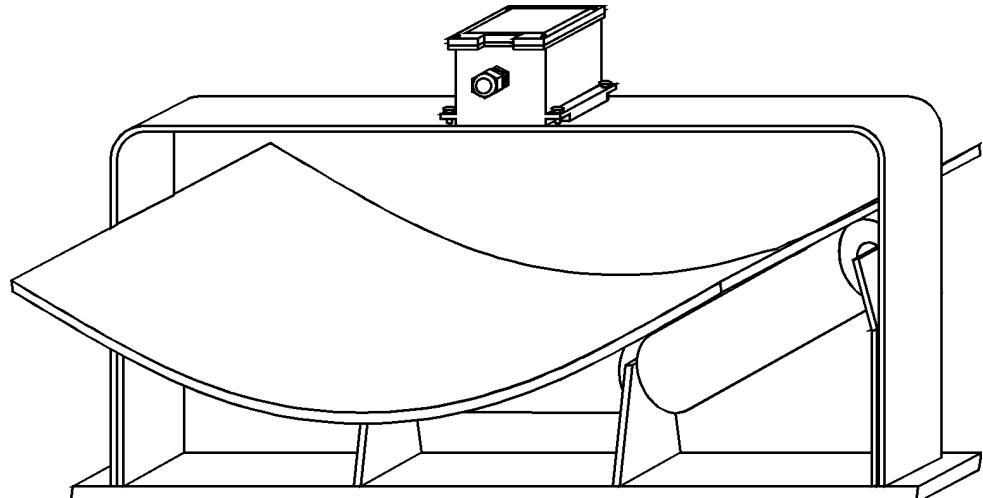

Рис. 10. Контроль наличия продукта на движущейся ленте конвейера.
**Для контроля наличия материала на конвейерной ленте РДД-02** устанавливается над рабочей веткой конвейера (рис. 10). Любой продукт отражает радиосигнал гораздо лучше гладкой резиновой ленты. Чувствительность датчика уменьшается до такого положения, при котором РДД-02 не реагирует на порожнюю ленту, а срабатывает только при движении ленты с продуктом.